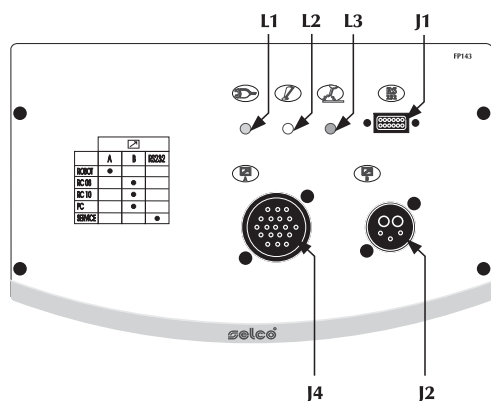

Fig.3
2.1.3 Painel de comandos frontal FP143 (Fig. 3)